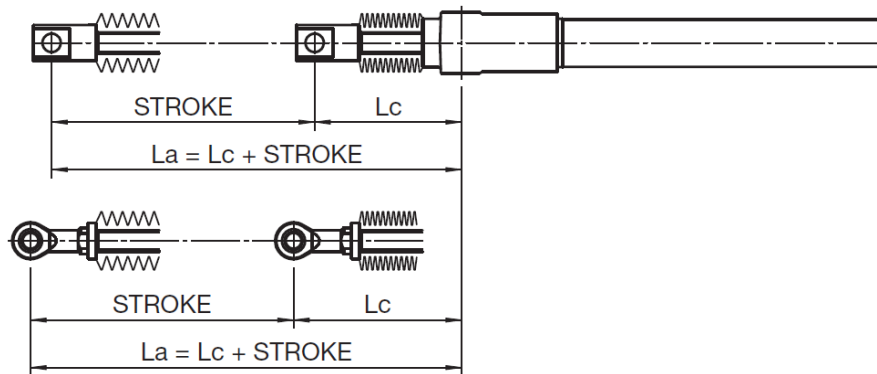

Abbildung 6.11 – Maße „Lc“ und „La“
- Überprüfen Sie, ob die äußersten Maße „Lc“ und „La“ des Linearantriebs (siehe Abb. 6.11) mit den äußersten Maßen der Anlagenkomponente übereinstimmen, die bewegt werden soll.